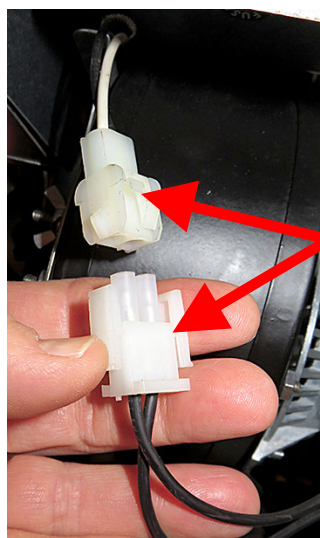

図 7
11. 2 ピンブローの電源接続を外します (図 7 を参照)。